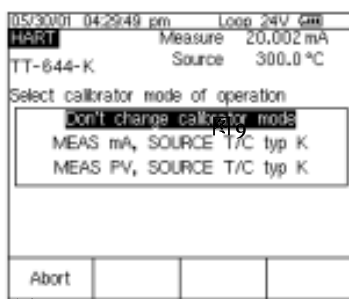

图20
2. 再按 键，仪器将提示您选择 744 的设置（图 20）。将光标移到